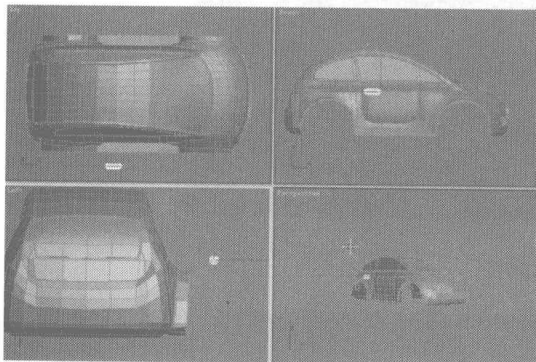
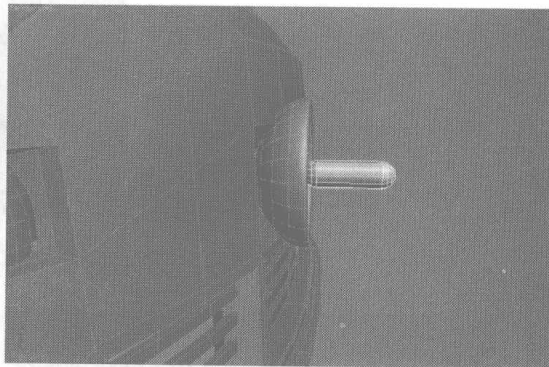

图 7.190
图 7.191
- 07** 单击 ，进入创建面板，单击 按钮，选择 类型，单击 按钮，在 Left 左视图中创建胶囊形状的物体，如图 7.190 所示。将物体调整并且缩放到如图 7.191 所示的位